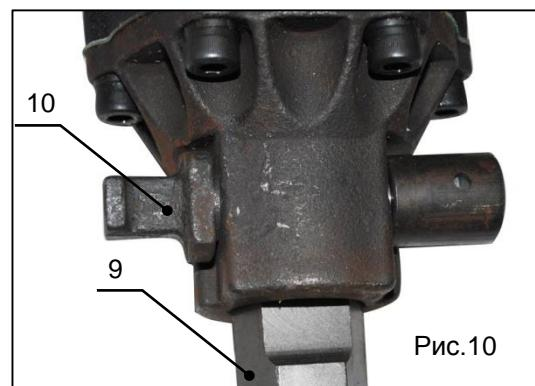

Рис.10
4. Вставьте насадку (поз.9, рис.10) в патрон до упора.
6. Прижмите защелку (поз.10, рис.10) к патрону.